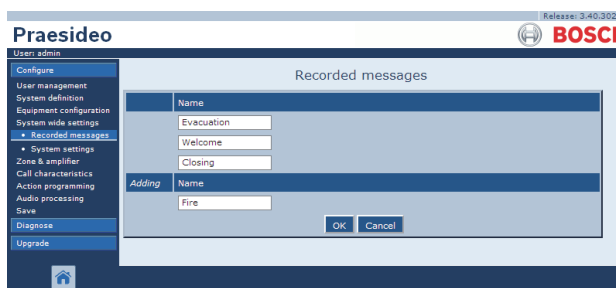

figura 45.4: Registrazione di un messaggio, passaggio 3
- 3 Inserire il nome del file WAV nella serie di messaggi nel campo *Name* (per un esempio, vedere figura 45.4).